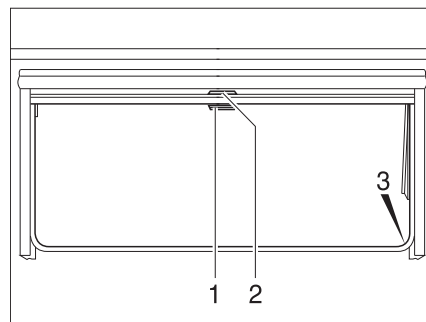

Bild 41 Ausstellfenster
- Verdunklungsrollo am Griff (Bild 41,2) nach unten ziehen. Wenn das Verdunklungsrollo ganz geschlossen wird, das Verdunklungsrollo auf beiden Seiten am Fensterrahmen in die Arretierung (Bild 41,3) einhängen.
- Wenn das Verdunklungsrollo vollständig geschlossen ist: Den Griff (Bild 41,2) nach unten drücken und den Griff dabei leicht nach innen ziehen. Das Verdunklungsrollo aus den Arretierungen links und rechts am Fensterrahmen aushängen.
- Wenn sich das Verdunklungsrollo in Zwischenposition befindet: Den Griff (Bild 41,2) leicht nach unten ziehen, bis sich die Arretierung gelöst hat.
- Insektenschutzrollo am Griff (Bild 41,1) nach unten ziehen und auf beiden Seiten am Fensterrahmen in die Arretierung (Bild 41,3) einhängen.
- Griff (Bild 41,1) nach unten drücken und den Griff dabei leicht nach innen ziehen. Das Insektenschutzrollo aus den Arretierungen links und rechts am Fensterrahmen aushängen.